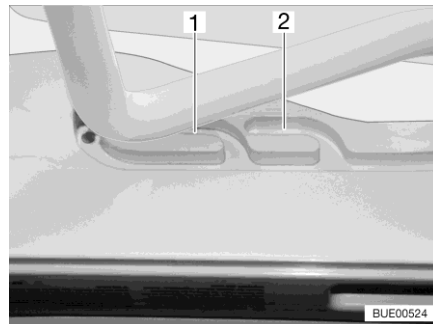

Bild 35 Spår (ventilationsläge)
Ventilationsläge Den uppfällbara takluckan kan ställas i två ventilationslägen: Läget för dåligt väder (Bild 35,1) och mittläget (Bild 35,2).
- Tryck bygeln lätt uppåt och skjut in den i det valda spåret (Bild 35,1 eller 2).